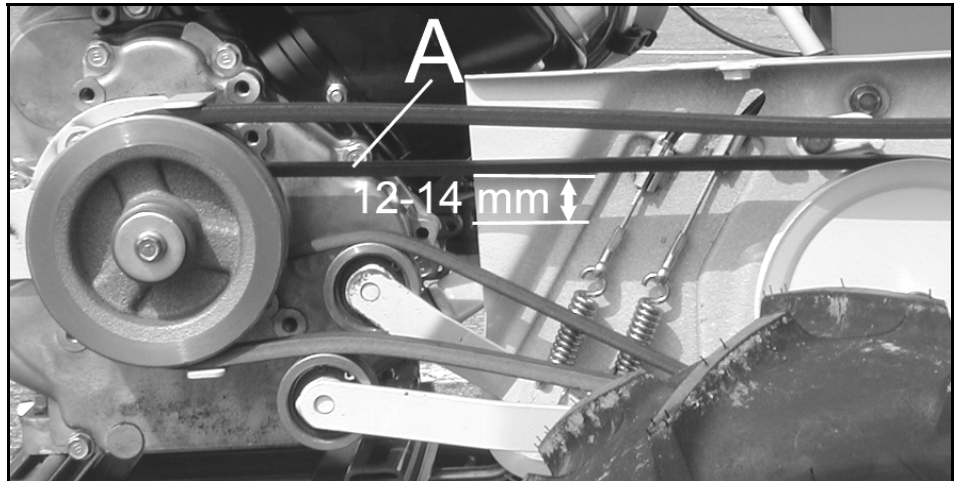

Figura 24
- Premere la cinghia con il dito in posizione mediana tra le 2 pulegge (A, Figura 24): la cinghia deve flettere di circa 12 ~ 14 mm. In caso contrario, registrare la tensione della cinghia.